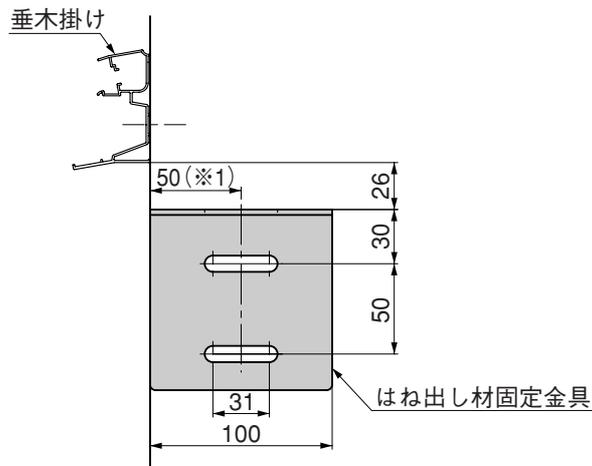

図5-1 はね出し材固定金具の取付位置
- ① 図5-1のように、はね出し材固定金具は、垂木掛けから26mm下側で位置を決めてください。